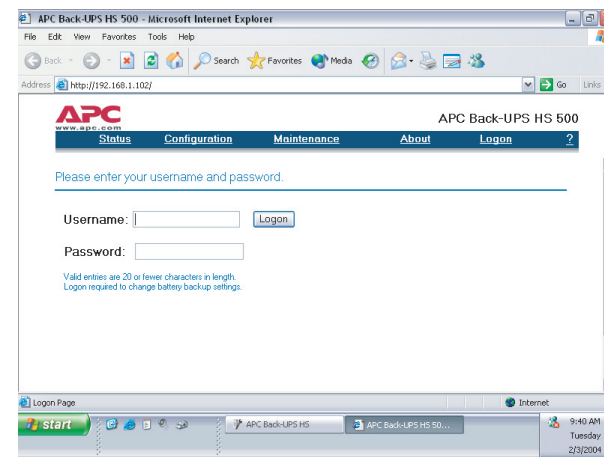

Рисунок 14. Окно регистрации
После открытия указанного сайта, введите присвоенные по умолчанию имя пользователя (**Username**) – **apc**, а также пароль (**Password**) – **apc**. Для их изменения необходимо зайти на сайт и щелкнуть по ссылке **Maintenance (Техническая поддержка)** (Рис. 14).
15. Используя окно **Настройка (Configuration Page)** (Рис. 14) можно отрегулировать уровень чувствительности устройства Back-UPS. Такая регулировка позволяет в дальнейшем переключаться на резервное питание от аккумулятора в зависимости от качества напряжения сети. Тот или иной уровень чувствительности устанавливается в следующих случаях: